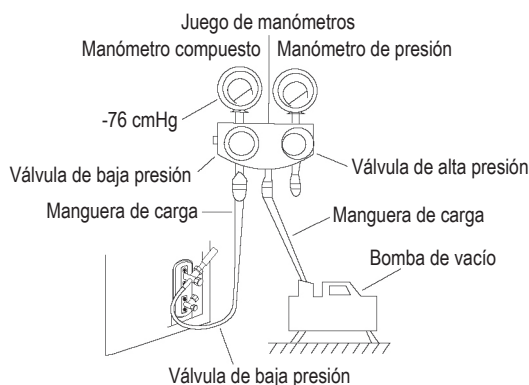

Fig. 8.1
2. Retire la cubierta de la caja de control eléctrico de la unidad exterior. Si la unidad exterior no tiene cubierta, retire los tornillos de la placa de mantenimiento y retire la placa de protección. (Vea la Fig. 8.1)